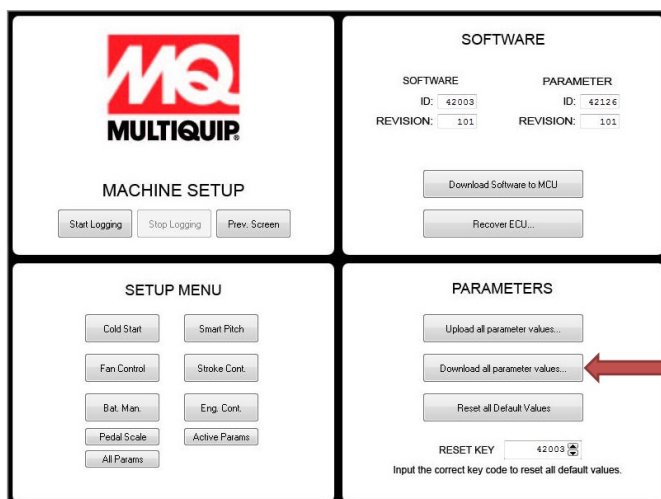

Figure 26. Écran de téléchargement de toutes les valeurs des paramètres
3. Cliquez sur le bouton « Télécharger toutes les valeurs des paramètres » (Figure 26).